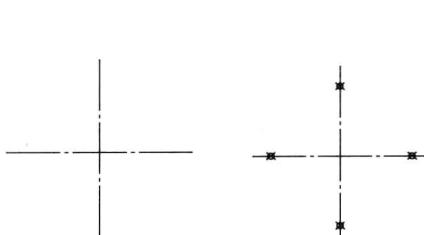

图 1-1 画中心线
- ① 准备铅笔、A4 纸等绘图工具材料。
- ② 布图：在图纸合适位置画两条相交的中心线（图 1-1）。